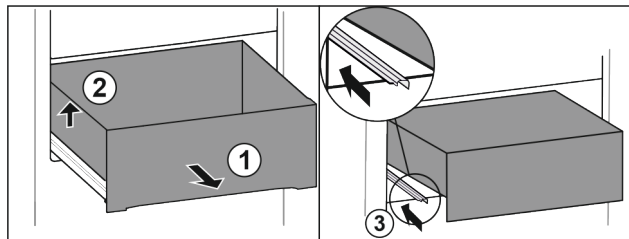

Fig. 19
- ▶ Вытяните выдвижной ящик до упора. Fig. 19 (1)
- ▶ Приподнимите выдвижной ящик слева. Fig. 19 (2)
- ▶ Вставьте левую направляющую. Fig. 19 (3)